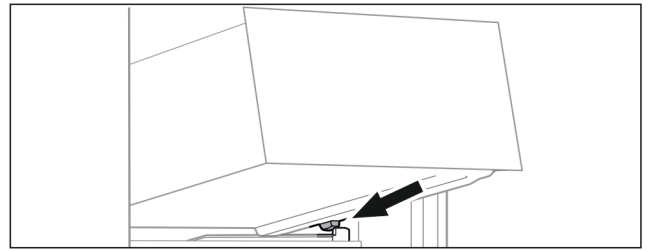

Fig. 42
- ▶ Lade schuin achter de stoppers op containerrib plaatsen. (zie Fig. 42)